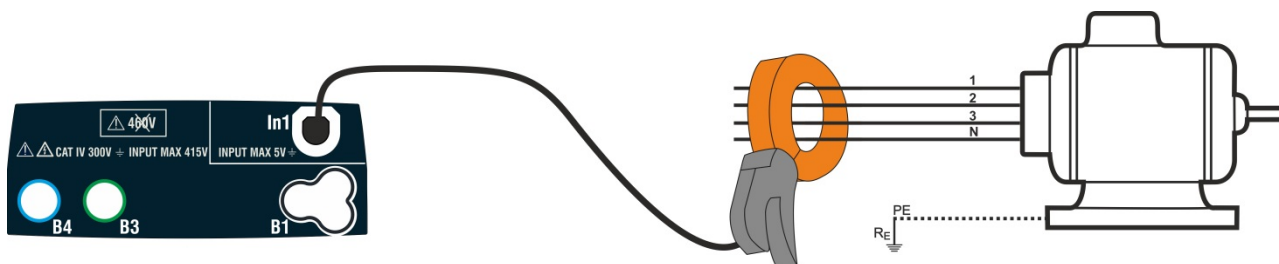
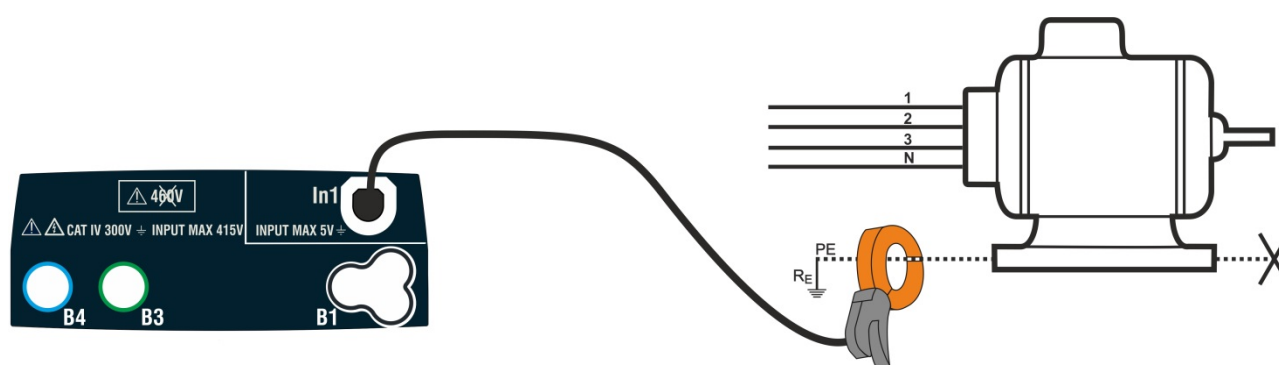

Fig. 37: Mesure indirecte du courant de fuite dans des installations triphasées
Fig. 38: Mesure directe du courant de fuite dans des installations triphasées
- Pour les mesures indirectes du courant de fuite, connectez la pince externe conformément à la Fig. 37. Pour les mesures directes du courant de fuite, connectez la pince conformément à la Fig. 38 et débranchez toutes les connexions de terre supplémentaires qui pourraient affecter les résultats du test